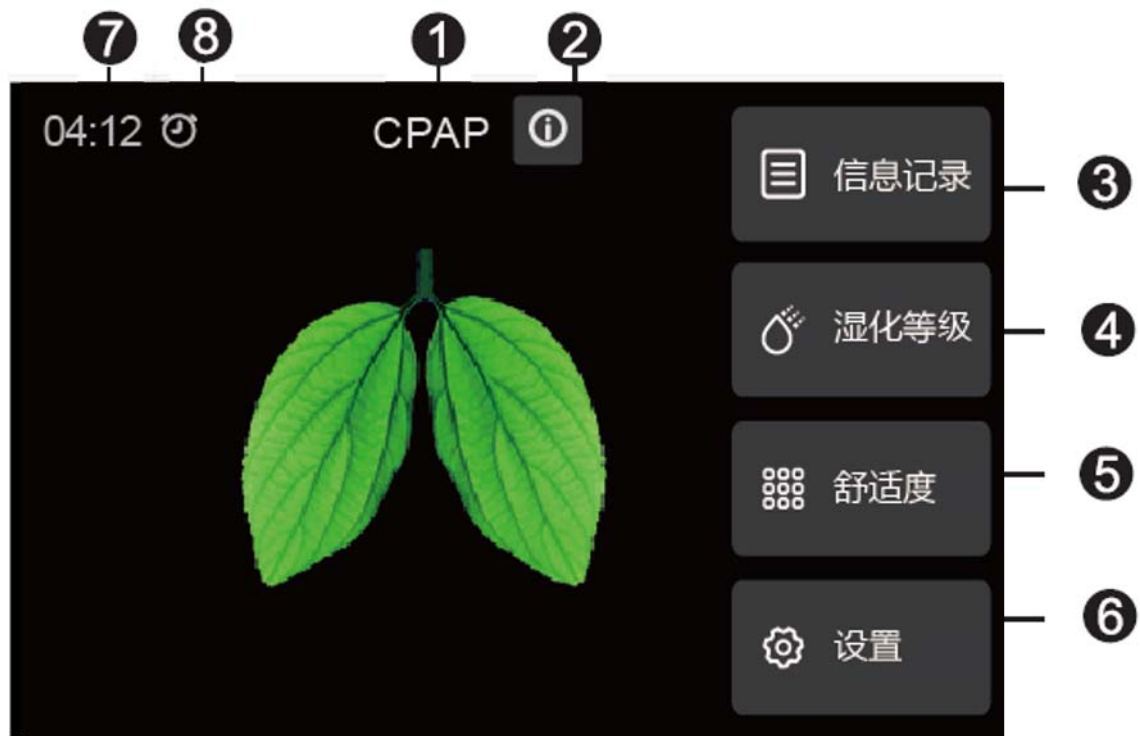

图 1 待机界面
1. 确认连接电源。显示开机 logo 及开机等待界面，5s 后进入患者待机界面（见图 1）。